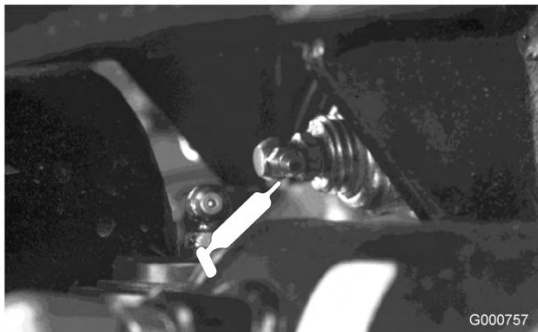

Figura 47
- Perno del ponte posteriore (Figura 47)